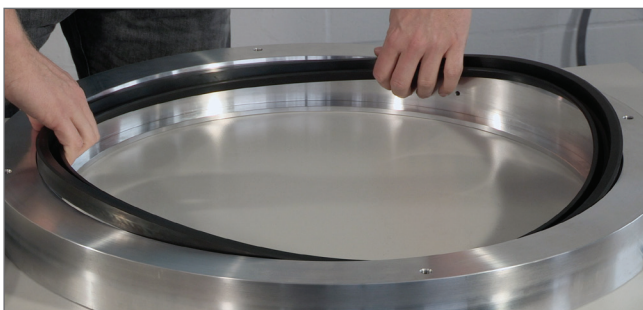

Fig. 1
- Wellendurchmesser bis 600 mm: 3 Schlaufen (s. Bild 1)